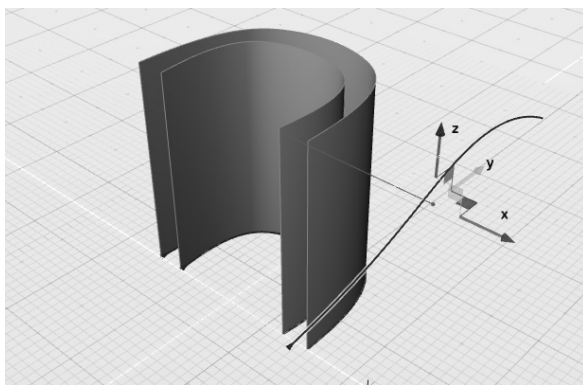

图 5-85 平移曲线至模型外部
2) 为了观察便利, 激活透视图, 使用“平移”工具将曲线移动到曲面外, 如图 5-85 所示。